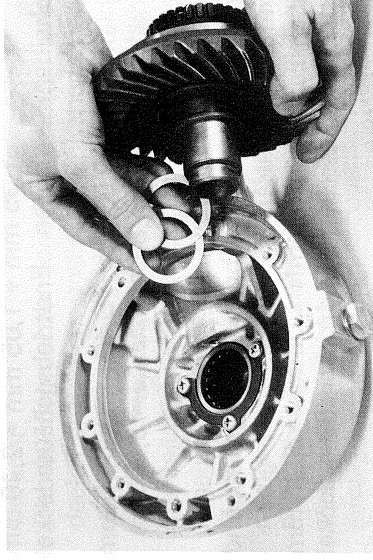

Abb. 8-29
- Die Beilegescheiben des Endabtriebskegelrads auf das Abtriebskegelrad-Nadellager legen, das Lager mit Hypoid-Getriebeöl ölen und die Abtriebskegelrad-einheit komplett in das Endtriebsgehäuse einbauen. (Abb. 8-29)